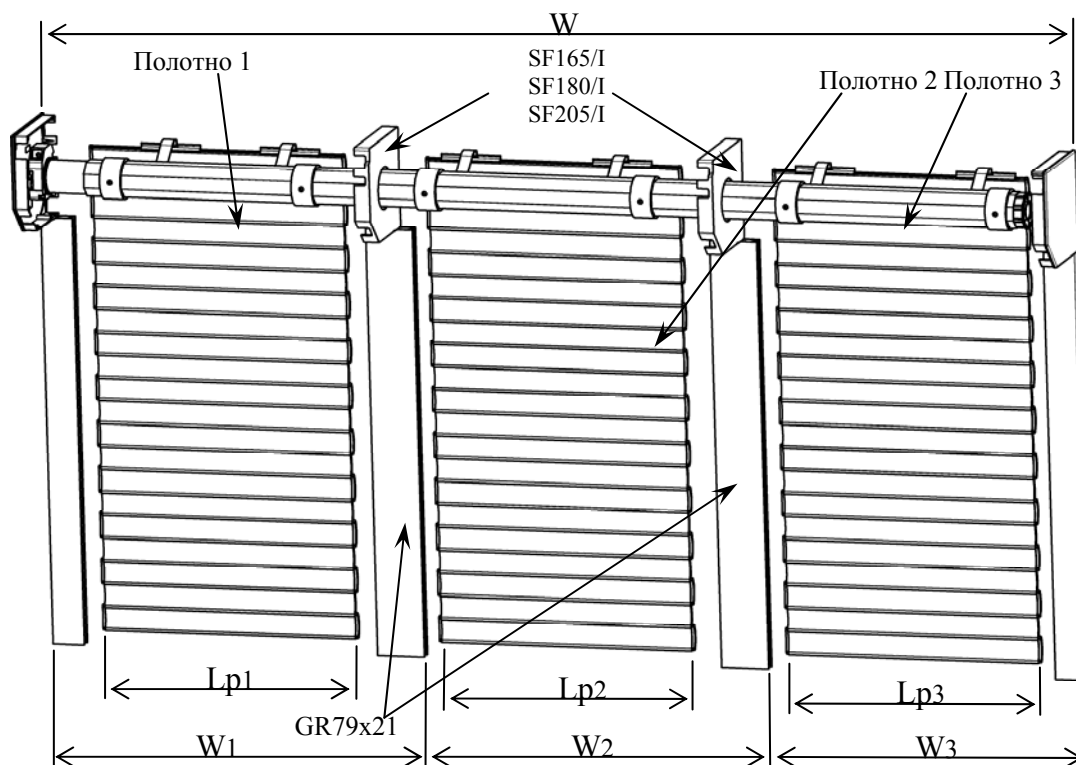

Рис.1
- 1) зависимый: с использованием одного привода, для одновременного управления несколькими совмещенными роллетами (рис.1)